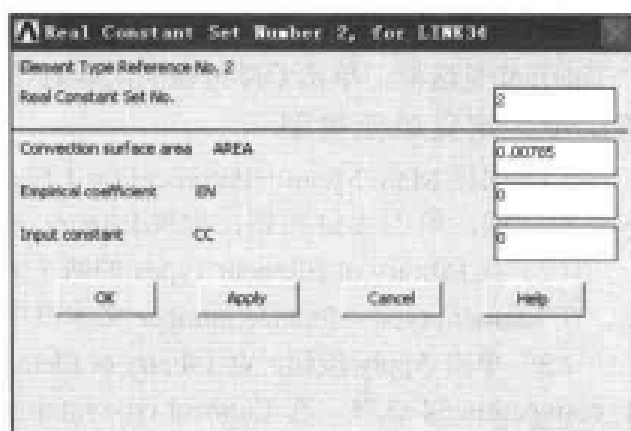

图 10-69 LINK34 单元实常数设置对话框
(7) 单击 Real Constants 对话框上的 Add 按钮, 出现 Element Type for R 对话框, 选择 Type 2 LINK34 选项, 单击 OK 按钮, 出现 Real Constant Set Number 2, for LINK34 对话框, 参照图 10-69 对其进行设置, 单击 OK 按钮关闭该对话框。